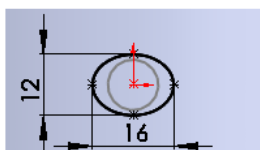

图 3.34.7 草图 3
Step6. 选取基准面 2 作为草图基准面，创建图 3.34.7 所示的草图 3。